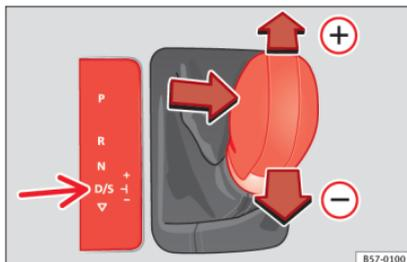

Abb. 163 Mittelkonsole: zu Tiptronic wechseln.
- Um einen Gang hochzuschalten, tippen Sie den Wählhebel nach vorn  **»»» Abb. 163.**